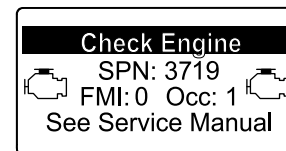

Figura 53
- Si es necesario realizar una regeneración de recuperación, el InfoCenter muestra la advertencia del motor SPN 3719, FMI 16 (Figura 53) y el ordenador del motor reduce la potencia del motor al 85 %.